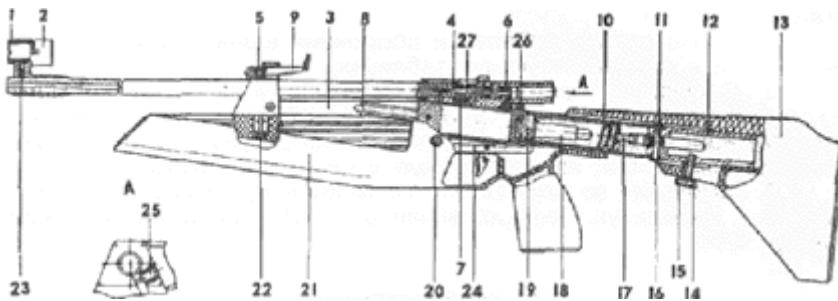

Рис. 1. Схема механизмов винтовки ИЖ-61
- 5.1. Схема механизмов винтовки показана на рис. 1.
- 8.2. Неполную разборку винтовки необходимо производить в следующем порядке (рис. 1):
8.9. Через каждые 1000 выстрелов (по мере необходимости) во избежание качки винтов 5, 15, 20, 22, 23 (рис. 1) производите их подтягивание.